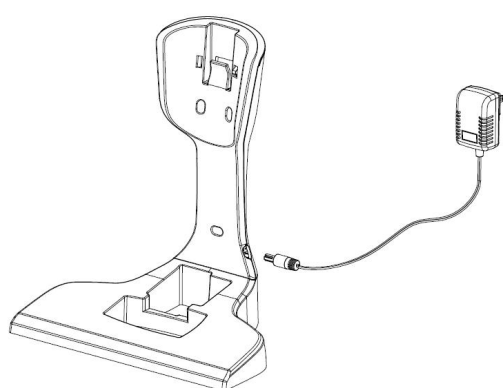

Fig. 5-1a
5.1 Fixez le chargeur en suivant la Fig.3-3, insérez la petite extrémité de l'adaptateur dans le support de chargeur en suivant la Fig. 5-1a.